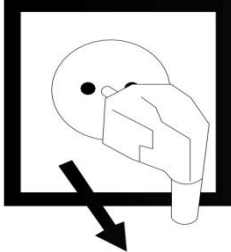

Рис. 2
2. Прекращение подачи электропитания на котел. (Рис. 2.)